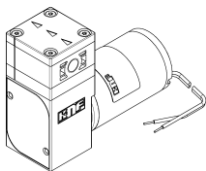

Fig. 10: optimale Einbaulage für einköpfige Pumpen: waagrecht
- Einbaulage → Die Einbaulage der Pumpe kann prinzipiell frei gewählt werden. Bei einköpfigen Pumpen für maximale Genauigkeit und schnelle Entlüftung die bevorzugte Einbaulage beachten (Fig.10).